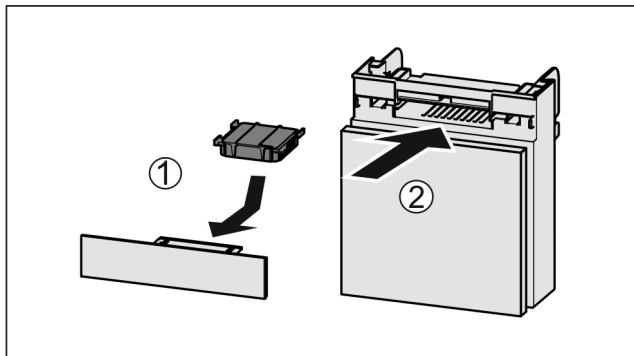

Fig. 92
- ▶ Introduceți Fig. 92 (1) filtrul de cărbune activ după cum se vede în figură.
- ▶ Împingeți Fig. 92 (2) compartimentul în interior.